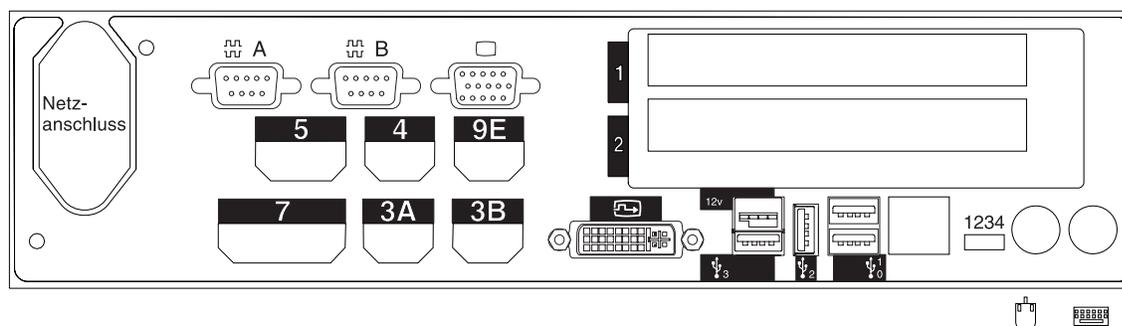
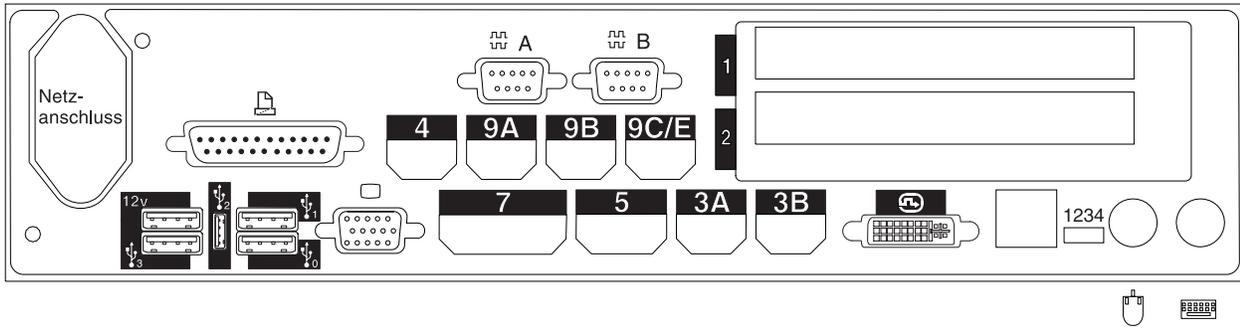

Abbildung 110. Rückseite der Datenkasse IBM 4694-207
Abbildung 111. Rückseite der Datenkase IBM 4694-247
10. In Abb. 110 und Abb. 111 auf Seite 336 die Buchsen, an die die Kasseneinheiten angeschlossen werden sollen, durch ein X kennzeichnen.